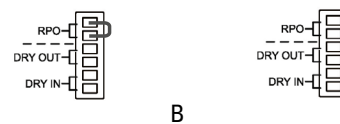

Fig. 24. Conector para el RPO externo.
- Bien al retirar el conector hembra del zócalo donde está insertado. Este conector lleva conectado un cable a modo de puente que cierra el circuito (ver Fig. 24-A).
- O al accionar el pulsador externo al equipo y de propiedad del usuario e instalado entre los terminales del conector (ver Fig. 24-B). La conexión en el pulsador deberá estar en el contacto normalmente cerrado -NC-, por lo que abrirá el circuito al accionarlo.